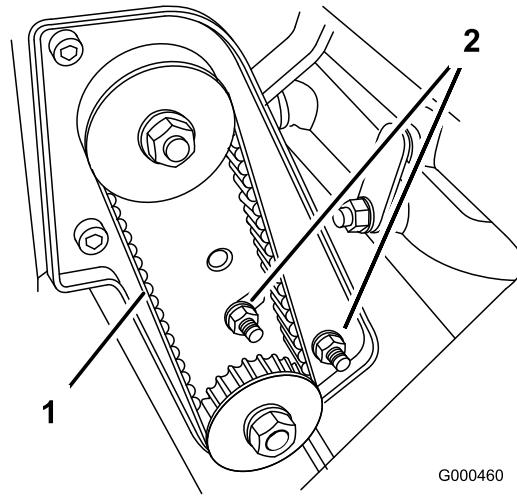

Figura 36
- Afloje las tuercas de montaje del alojamiento del cojinete (Figura 36)
- Sin variar el ajuste de la llave dinamométrica, apriete las tuercas de montaje del alojamiento del cojinete (Figura 36). No tense demasiado la correa.